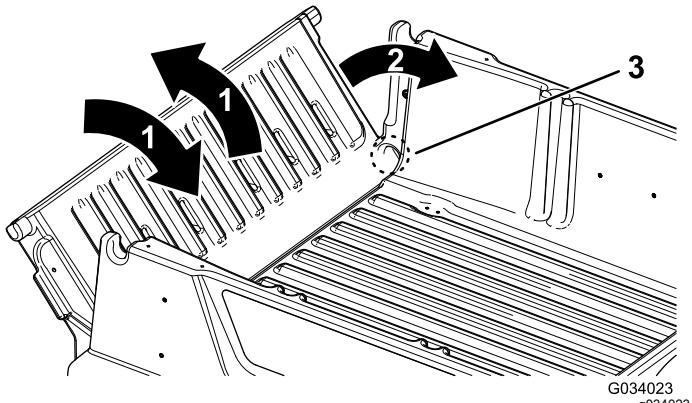

Bild 14
2. Drehen Sie die Heckklappe auf eine ungefähr Stellung von 45° (Bild 14).
3. Drehen Sie die Heckklappe mehrmals mit kurzen, schüttelnden Bewegungen (Bild 14).